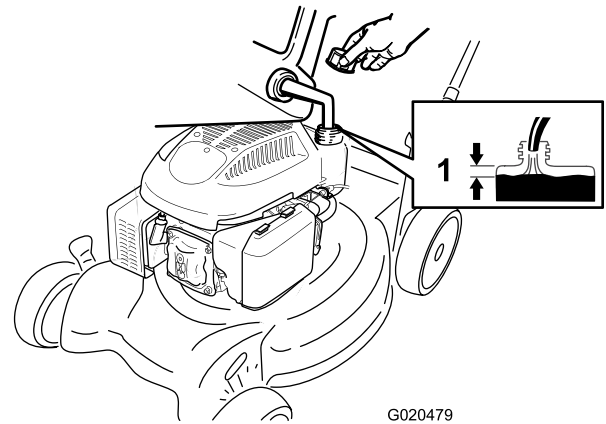

Figura 10
1. Limpe a zona em redor da tampa do depósito de combustível e retire a tampa do depósito (Figura 10).